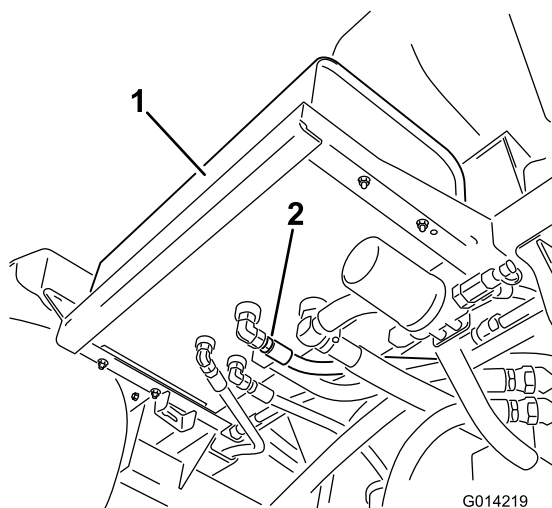

Figura 144
2. Limpie la zona alrededor del acoplamiento de uno de los manguitos hidráulicos, en la parte inferior del depósito de fluido hidráulico (Figura 144).
4. Retire el acoplamiento de manguera del depósito y deje fluir el fluido al recipiente (Figura 144).